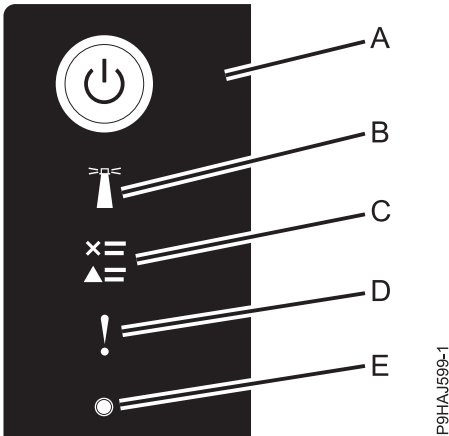

Figura 5. LED de panel de control
3. Pulse el botón de encendido (**A**) en el panel de control, tal como se muestra en la Figura 5 en la página 19.